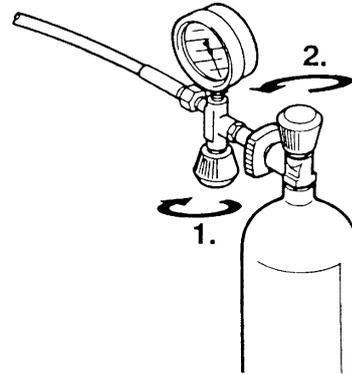

Abb. 15.3 Füllen der Druckluftflasche
- Zuerst Füllventil öffnen (Abb. 15.3).